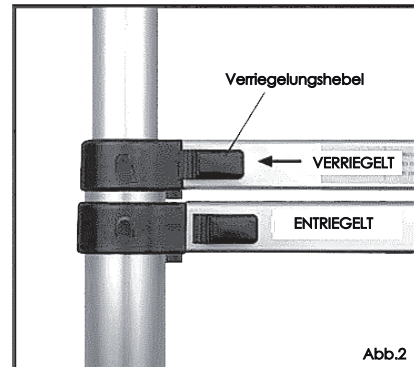

Abb.2
- Een hendel die dicht bij de zijkant ligt, geeft aan dat het mechanisme vergrendeld is. Een hendel die van de zijkant af wijst, geeft aan dat deze NIET vergrendeld is (zie Fig.2).
- Ein nahe am Seitenholm liegender Hebel zeigt an, dass der Mechanismus verriegelt ist. Ein vom Seitenholm wegweisender Hebel zeigt an, dass er NICHT verriegelt ist (siehe Abb. 2).
- Un levier proche du longeron latéral indique que le mécanisme est verrouillé. Un levier éloigné du longeron latéral indique qu'il n'est PAS verrouillé (voir Fig.2).